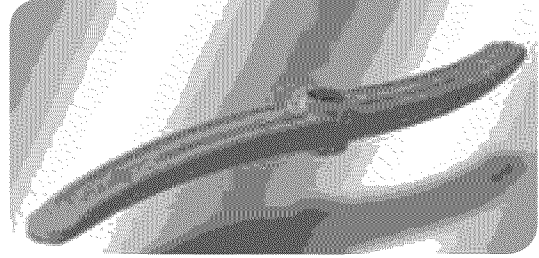

Ilustración 32
3. Desprenda el brazo rociador como muestra la Ilustración 32.